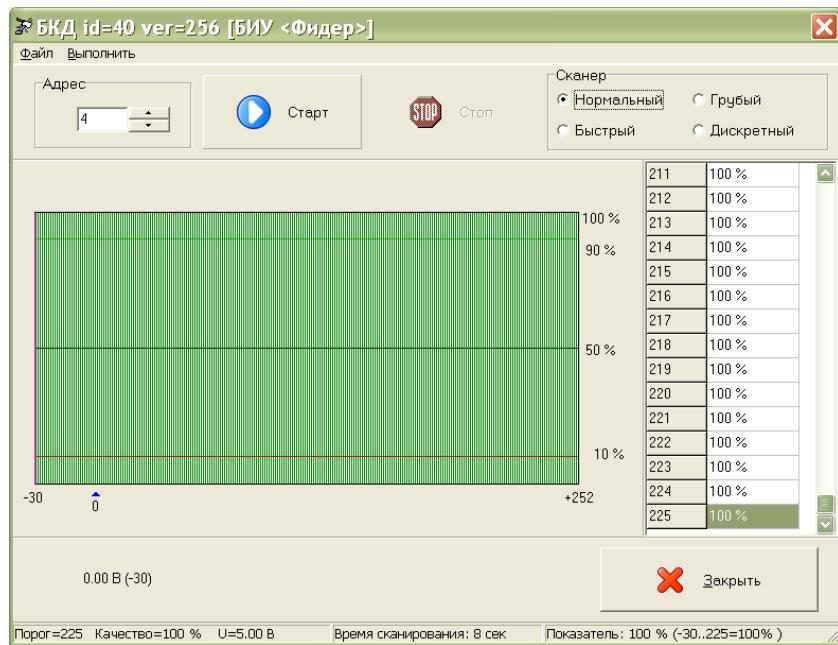

Рисунок 18
5) Проверить качество связи в СОС-95 между БКД-М и БИУ (рисунок 18): установить режим сканера «Нормальный» и нажать кнопку «Старт». Для исправного БИУ качество связи должно быть 100% на всем диапазоне порогов приема БКД-М.